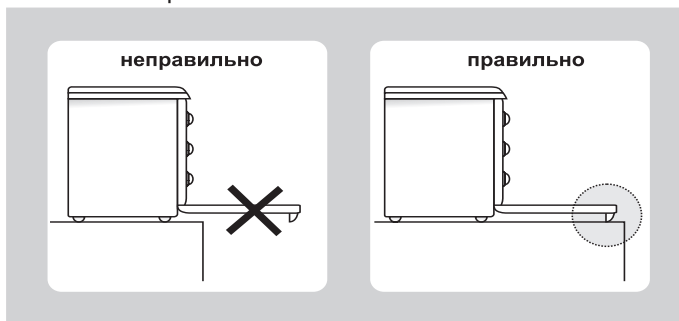

Рис. 4
- Чтобы избежать опрокидывания, плиту необходимо установить, как показано на рис. 4.